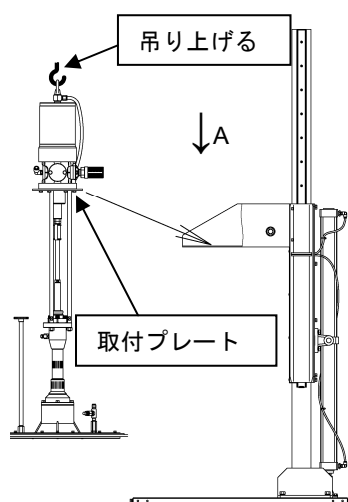
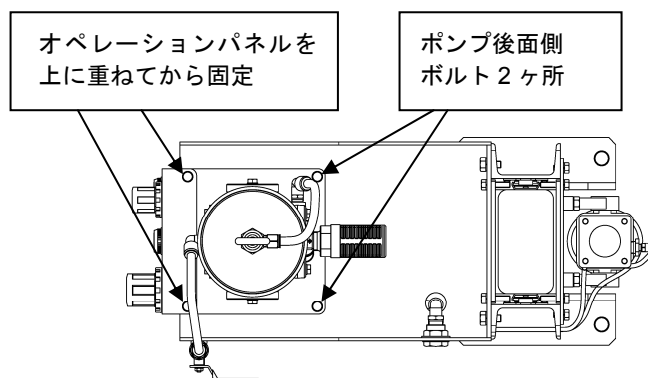

Fig.6 リフトへのポンプ取付け
Fig.7 左記 Fig.6 の A 矢視図
ポンプ上部のアイナットを利用してポンプ（インダクタープレートも一緒に）を吊り上げて、リフトのポンプブラケットにポンプの取付プレート部を載せてください。取付プレート部の穴とポンプブラケットのねじ穴を合わせて、ポンプ後面側の 2 ヶ所のみボルト（波形バネ座金使用）で仮締めしてください。(Fig.6、Fig.7)
③オペレーションパネルの取付け
取外していたオペレーションパネルを、②の取付プレートのポンプ正面側の2ヶ所の穴に合わせて、ボルト（波形バネ座金使用）で固定し、前もって仮締めしていたポンプ後面側のボルトも本締めしてください。(Fig.7)
④オペレーションパネルから外していた各チューブを、配管系統図を参考に元の場所にそれぞれ接続してください。念のため、注意しながら各スイッチの制御内容通りにリフトが作動するかどうかの確認をしてください。